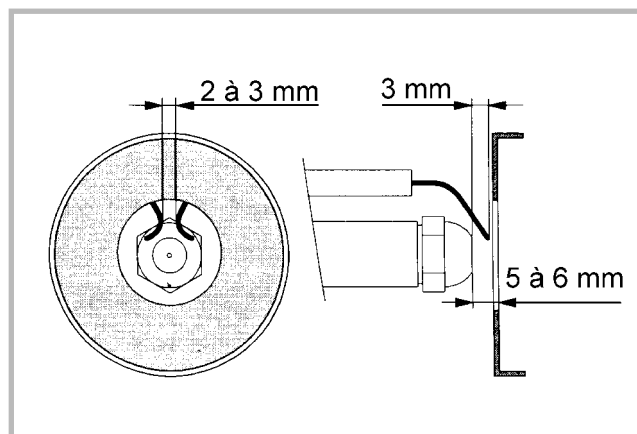

Figure 17 - Réglage des électrodes
Vérifier le centrage du gicleur ; éviter de poser les doigts sur l'orifice du gicleur (fig. 17).
- nettoyer avec précaution les électrodes et vérifier leur écartements (fig. 17, p. 11),